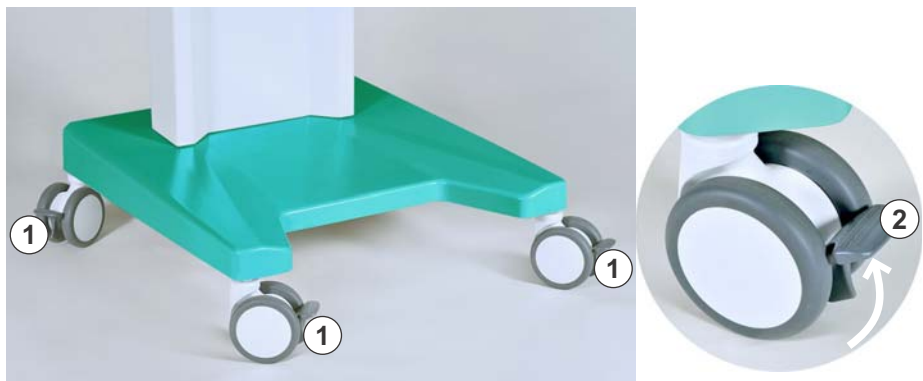

Abb. 3-2 Bremsen an den Laufrollen
1. Lösen Sie vor dem Bewegen des Geräts die Bremsen aller Laufrollen (Abb. 3-2, ①).